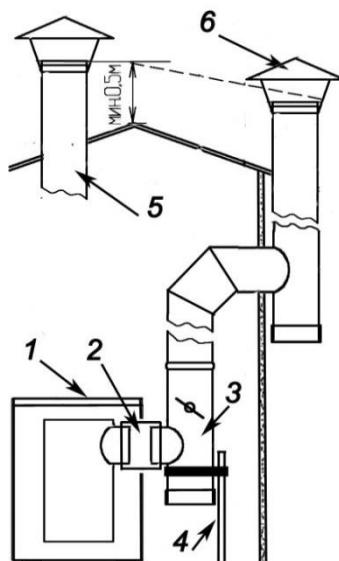
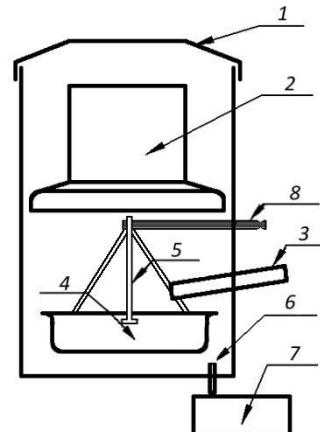

Рис. 1 Схема установки дымовой трубы
Рис. 2 Камера сгорания
- Смонтируйте дымовую трубу (рис. 1).
• Установите в камеру сгорания подвеску 5 с тарелкой 4 и рычаг 8 (рис.2). Сначала опустите подвеску с тарелкой, выдвинув маслопровод 3. Вставьте рычаг 8, немного приподняв его. **Рычаг должен захватить тягу клапана и пружинить при воздействии на него!** Подвесьте на рычаг подвеску с тарелкой. Задвиньте маслопровод.
После присоединения выхлопной трубы и топливного шланга, с помощью регулируемых ножек выставляем отопитель так, чтобы тарелка, висящая на подвеске, была **равноудалена от стенок** камеры сгорания. **При этом соединительная муфта 2 (рис. 1) должна быть максимально разгружена!** Так как **при нагреве камера сгорания удлиняется!** Вставьте дефлектор 2 и закройте крышку1 (рис. 2).
На Рис.1. схематически изображено устройство дымоотводящей системы:
- Снять крышку 1(рис.2), вынуть дефлектор 2, приподняв, вытянуть рычаг 8, немного вытянуть маслопровод 3 и извлечь подвеску 5 вместе с тарелкой 4.
Очистка маслопровода 3 (рис.2) может осложниться его полной закоксовкой. В этом случае нужно вынуть маслопровод, сняв с него шланг и пройти его сверлом 8 мм, лучше перфоратором.
- * При установке дымовой трубы нужно исключить давление трубы (в том числе и терморасширение) на камеру сгорания, для этого необходимо использовать прилагаемую опору (рис. 1), зафиксировав ее при максимально прижатом вверх к дымовой трубе регуляторе тяги (тройник с заслонкой).